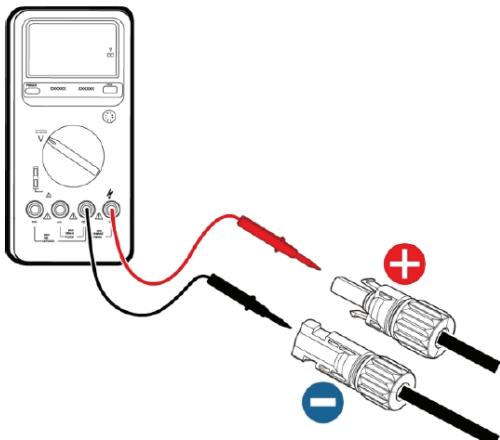

Figura 18 Misurazione della tensione di ingresso di corrente continua
(3) Dopo aver collegato il connettore di corrente continua, utilizzare un multmetro per misurare la tensione della stringa di ingresso della corrente continua, verificare la polarità del cavo di ingresso della corrente continua ed assicurarsi che la tensione di ogni stringa rientri nell'intervallo consentito dall'inverter, come illustrato nella Figura 18.